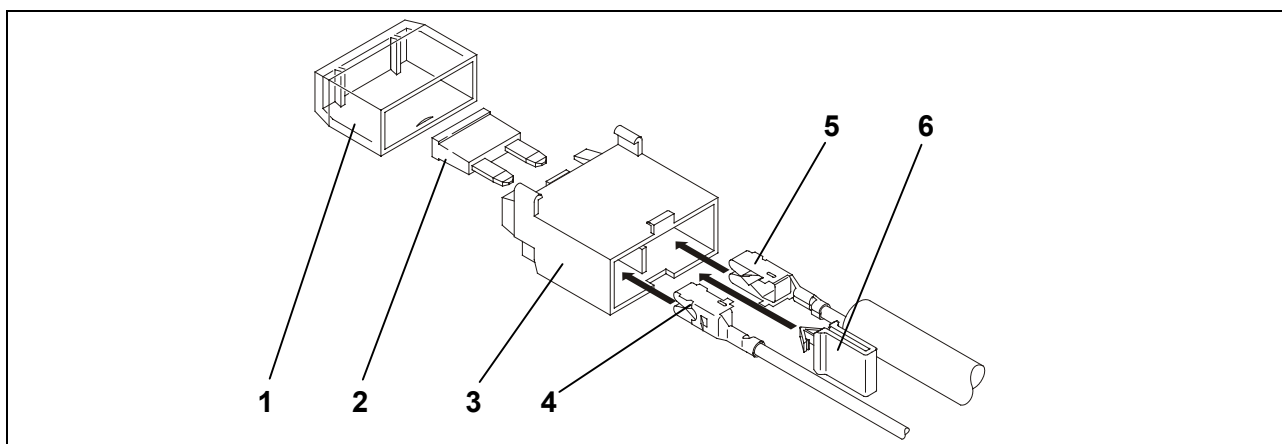

Fig. 3 : Montage du porte-fusibles
14. Insérer le contact femelle du fil rouge (Fig. 3/5) du conducteur de fils et du fil rouge joint (Fig. 3/4) dans le porte-fusibles (Fig. 2/6).
15. Mettre en place le clip jaune (Fig. 3/6).
16. Installer le fusible (Fig. 3/2) et remettre le revêtement (Fig. 3/1) en place.